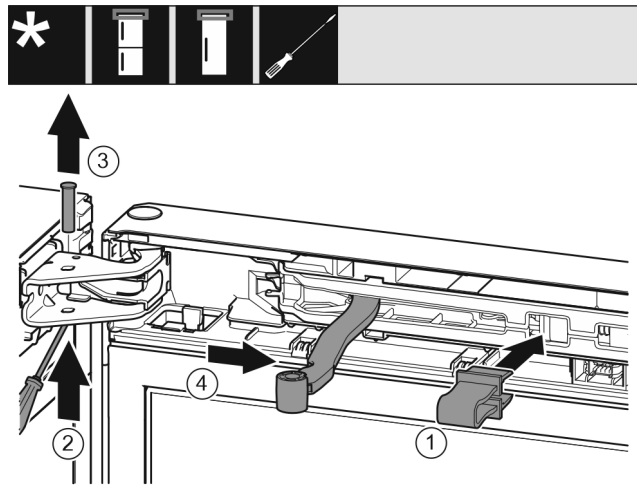

Fig. 9
- ▶ Lad sikringen klikke på plads i åbningen. Fig. 9 (1)
- ▶ Skub bolten ud med en skruetrækker. Fig. 9 (2)
- ▶ Tag bolten opad og ud. Fig. 9 (3)
- ▶ Drej leddet mod døren. Fig. 9 (4)